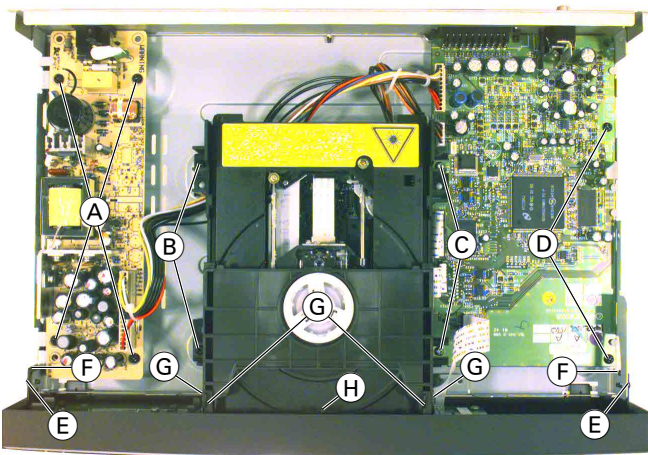

Fig. 1
- Gehäuseoberteil über der Rastnase ④ (Fig. 1) aufsetzen.
- 2 Schrauben ⑥ (Fig. 1) herausdrehen.
- 6 Rastnasen ⑦ / ⑧ lösen und Frontblende abnehmen.
- 4 Schrauben ⑫ (Fig. 1) und Schraube ⑬ (Fig. 2) herausdrehen.
- 4 Schrauben ⑭ / ⑮ (Fig. 1) und Schraube ⑯ (Fig. 2) herausdrehen.
- 4 Schrauben ⑰ / ⑱ (Fig. 1) herausdrehen.
- Place the upper part of the cabinet on the locking lug ④ (Fig. 1).
- Undo the 2 screws ⑥ (Fig. 1).
- Undo the 6 locking lugs ⑦ / ⑧ then remove the front trim.
- Undo the 4 screws ⑫ (Fig. 1) and the screw ⑬ (Fig. 2).
- Undo the 4 screws ⑭ / ⑮ (Fig. 1) and the screw ⑯ (Fig. 2).
- Undo the 4 screws ⑰ / ⑱ (Fig. 1).